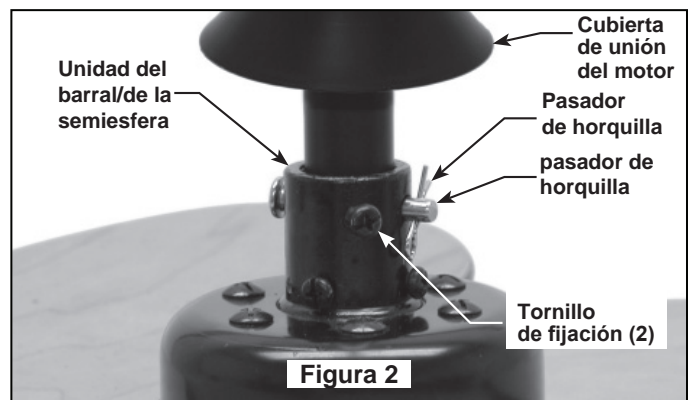

Figura 2
5. Afloje los dos tornillos de fijación del soporte del barral. Alinee los orificios del pasador en el barral con los orificios del soporte del mismo. Instale la clavija de horquilla y asegúrela con la pinza de horquilla. Asegúrese de que presiona el extremo derecho de la pinza de horquilla a través del orificio cercano al final de la clavija de horquilla hasta que la parte curva de la misma se cierre sobre la clavija de horquilla. Debe instalar correctamente la pinza de horquilla para evitar que se afloje la clavija de horquilla. Tire de la varilla interior para asegurarse de la clavija de horquilla esté bien instalada. (Figura 2)
6. Introduzca los cables a través de la apertura en la carcasa de acoplamiento del motor. Posicione la carcasa de acoplamiento del motor sobre el ventilador con la parte abierta mirando hacia abajo. (Figura 2)
9. Mientras sostiene arriba la bola colgante, fije correctamente los dos tornillos de presión de 3/16-24 x 3/8" en el soporte de la varilla interior. (Figura 2)
1. Perfore un orificio de 1/4" en la estructura del edificio para evitar grietas con la instalación del tornillo de intervalo. Utilice el tornillo de intervalo de 3/8"x 2" y la arandela plana para fijar el cable de seguridad a la viga del techo o a la estructura de madera. Dicho tornillo pasará a través de arandela plana, la presilla del cable de seguridad y se fijará en la estructura del edificio. (Figura. 2)
NOTA: el cable de soporte para techo no se puede asegurar solamente a la caja de conexiones; se debe asegurar directamente a la viga de techo o miembro estructural con el tornillo de cabeza cuadrada de 3/8"x2" y la arandela plana. (Figura 2)
- Deslice el receptor remoto en el soporte colgante. (Figura 2)